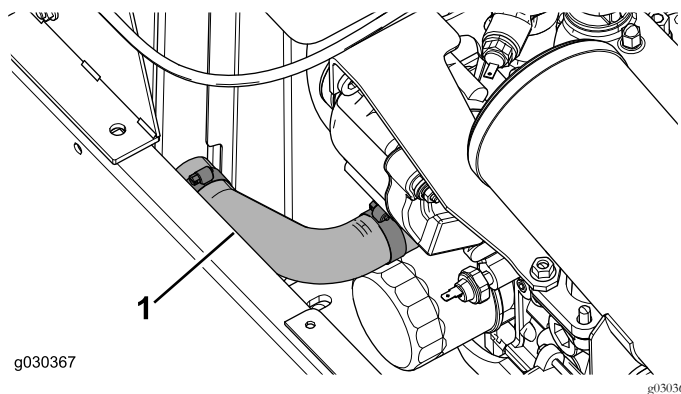

Figura 29
2. Localize e remova o tubo inferior do radiador da máquina (Figura 29).